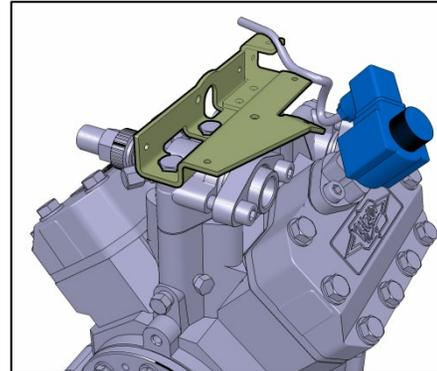

Figure 3
- Raccorder l'appareil de récupération de réfrigérant (Fig. 3) et procéder à l'aspiration de réfrigérant.